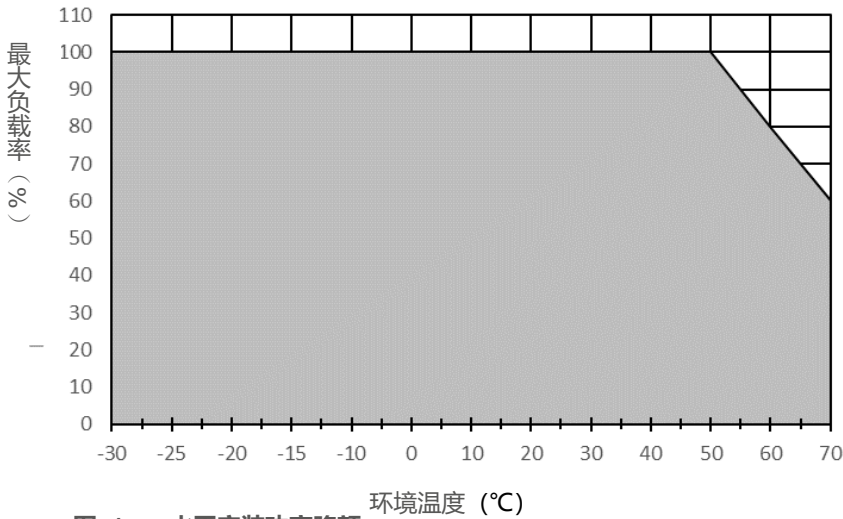
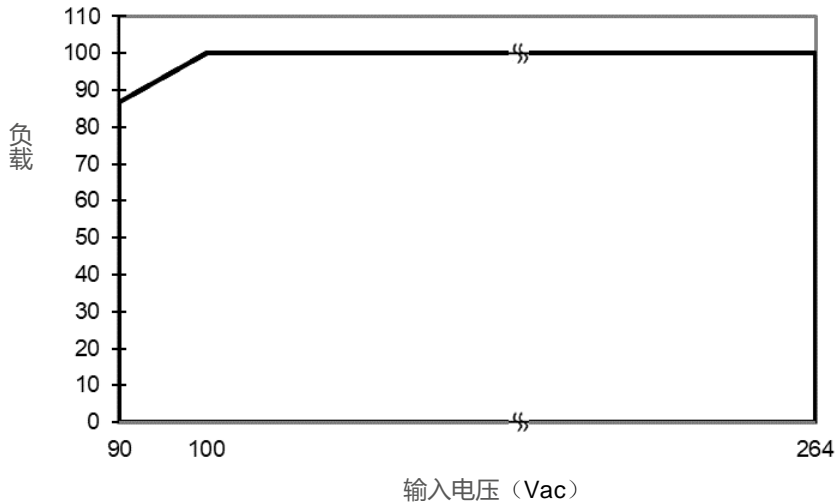

图. 1 水平安装功率降额
图. 2 AC 输入电压降额
1. 电源如果持续在额定功率曲线以外区间使用，可能导致零部件降级或损坏，具体参照图 1 及图 2 所示。